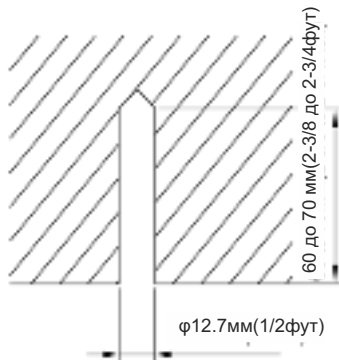

Рис. 4.2
- (1). Установите шпильки на потолке в месте, достаточно прочном для подвески блока. Отметьте расположение шпилек, ориентируясь на монтажный шаблон. С помощью дрели для бетонных конструкций просверлите отверстия диаметром 12,7 мм (1/2 дюймов). (См. Рис. 4.2).